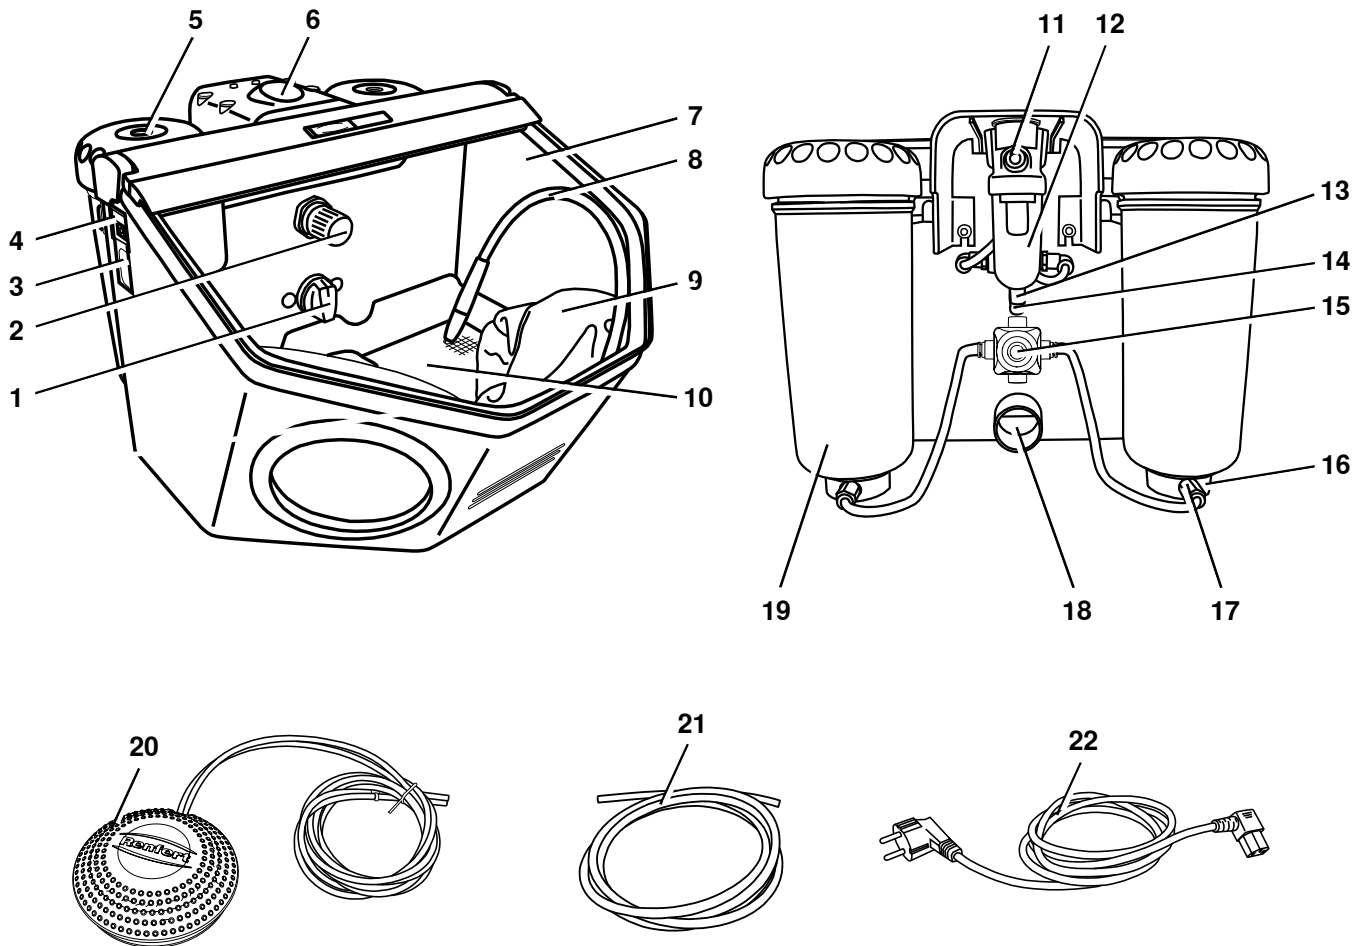

図 1
- 選択スイッチでブラस्टینگ・タンクを選択してください (1, 図 1)。
- フットスイッチの電源を入れてください (20, 図 1)。